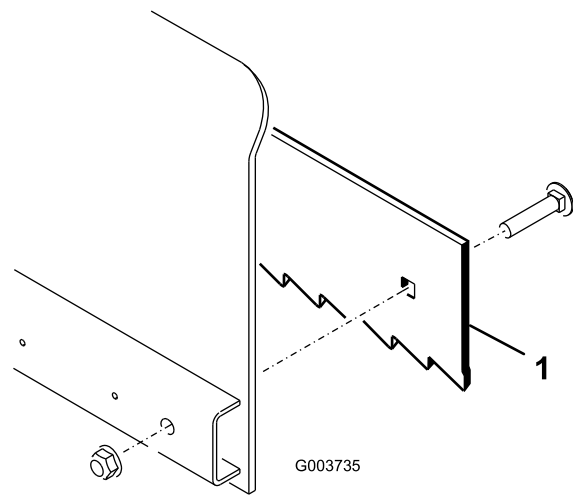

Figura 3
- **Para um condicionamento mais agressivo:** posicione a chapa de desgaste (Figura 3) com os dentes apontados para a frente.